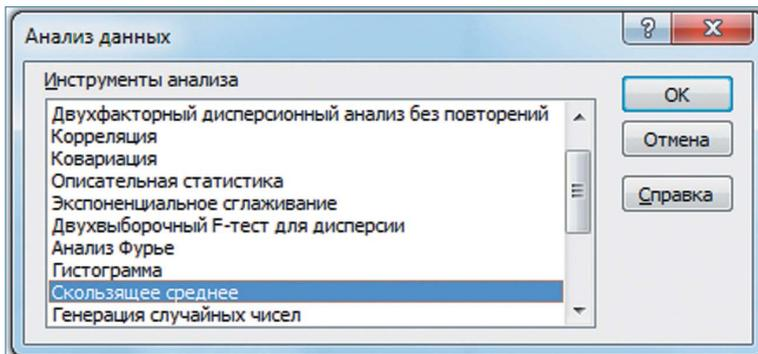

Рис. 13
2. Открывается перечень инструментов, которые доступны в **Пакете анализа**. Выбираем из них наименование «**Скользящее среднее**» и жмём на кнопку «**ОК**» (рис. 13).